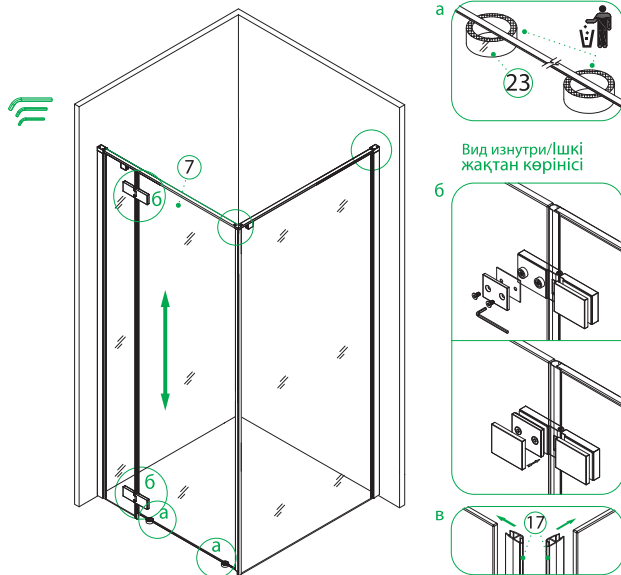

Рис. 12/12-сур.
- Установите закаленное стекло 1910x615 мм (№7) на опоры для установки (№23, рис. 12-а), отрегулируйте высоту, закрепите петли (рис. 12-б). Установите магнитные уплотнители PVC (№17) на закаленное стекло. (рис. 12-в).